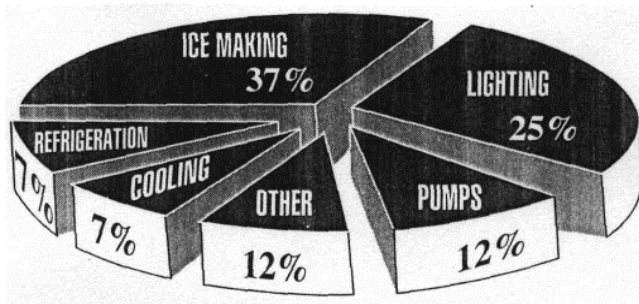

Figure 1. Consommation d'énergie d'une piste de curling
4. **Minuterie sur la pompe de circulation.** Dans les immeubles commerciaux et industriels ainsi que les maisons multifamiliales, une pompe à circulation montrée à la figure 1 est souvent utilisée pour distribuer l'eau chaude dans l'immeuble et réduire la période du trajet de l'eau aux robinets. Dans les
L'efficacité des appareils d'éclairage fluorescent peut être grandement amélioré au moyen de réflecteurs. Le genre le plus courant est le type de réflecteur montré à la figure 1. Le réflecteur est normalement fait d'une feuille d'aluminium matricée, avec ou sans couche d'argent. Le réflecteur sert à diriger la lumière vers l'extérieur de l'appareil, vers la zone de travail. Il existe deux types de base de réflecteur :